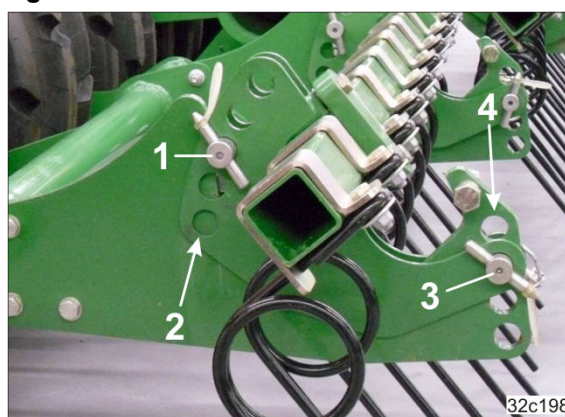

Fig. 168
- 1.1 Die Einstellung erfolgt durch Umstecken des Bolzens (Fig. 168/1) in der Lochgruppe (Fig. 168/2) und Sicherung mit einem Klappstecker.
- 2.1 Die Einstellung erfolgt durch Umstecken des Bolzens (Fig. 168/3) in der Lochgruppe (Fig. 168/4) und Sicherung mit einem Klappstecker.